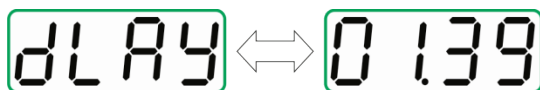

Рисунок 4 - Обратный отсчёт времени задержки включения
8. Если было задано время для таймера включения, то регулирование температуры начнётся по истечении этого времени, а до этого на дисплее попеременно будут отображаться условное обозначение параметра **DELAY** и обратный отсчёт времени задержки (Рисунок 4).